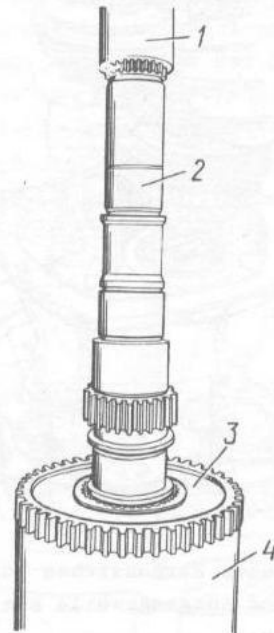

Bild 3-74. Ausbau des Abtriebsrads für Rückwärtsgang:
- das Austreiben des Abtriebsrads 3 (Bild 3-74) für Rückwärtsgang von Ausgangswelle 2 ist mit einer Presse auszuführen, wozu Welle 2 aus Zahnrad 3 durch Hülse 1 auszutreiben ist.